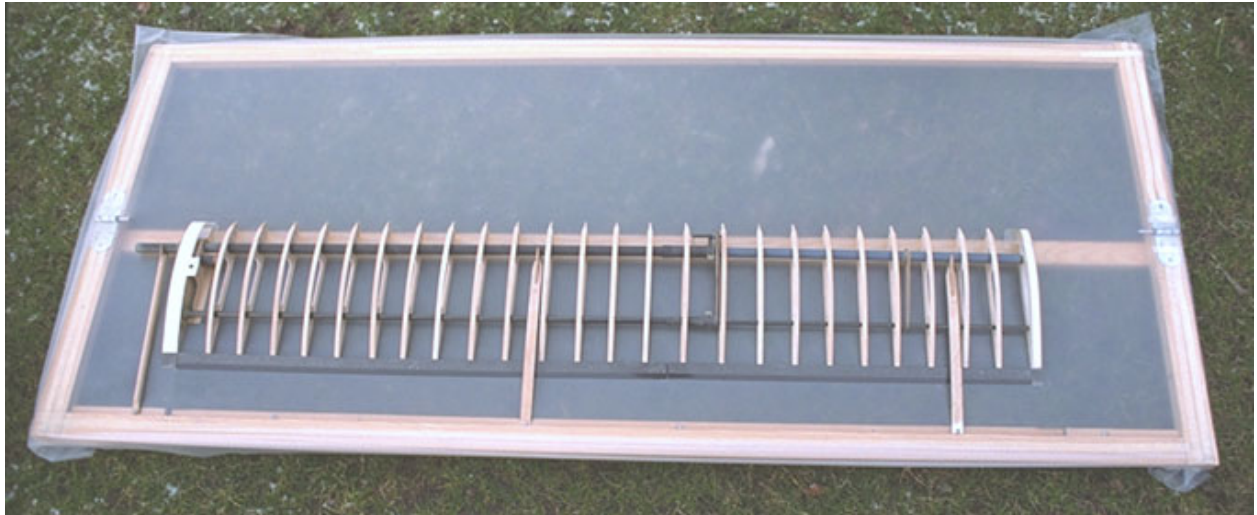

Bild 4 Folienbespannter Rahmen mit aufgelegtem Flügelrohbau.
hier unterhalb von Hilfsholm und Endleiste verlaufend gezeichnet (siehe hierzu Bild 4).
12. Flügelrohbau mit der Unterseite, in Längsrichtung etwa mittig, auf die Folie des Bespannrahmens legen. Die Flügelvorderkante soll dabei in ca. 2 mm Abstand von der Bespannrahmenachse zu liegen kommen. Schon beim Auflegen des Flügelgerüsts auf die Folie die hinteren Stützen als Abstandshalter verwenden (siehe Bild 4).